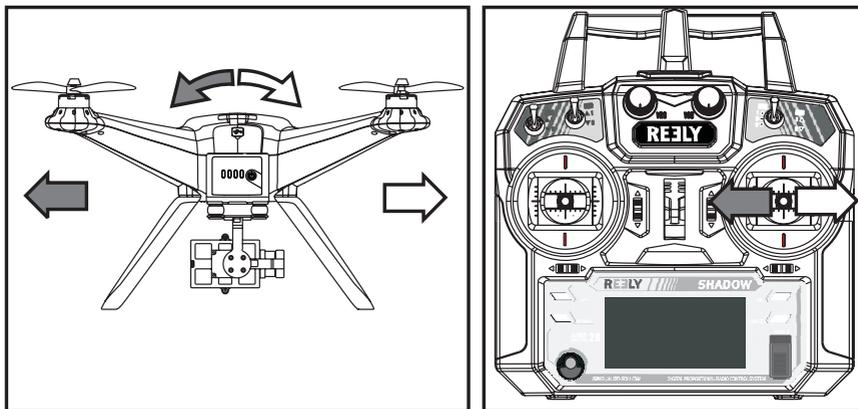

Figura 20
Utilizzando la funzione roll è possibile spostare lateralmente il quadricottero a destra e a sinistra (vedere figura 20). Il controllo avviene mediante lo stick destro (vedere anche figura 7, pos. 6).